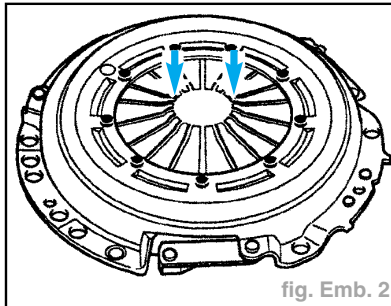

fig. Emb. 2
- Une usure au point de contact avec la butée de la moitié de l'épaisseur du ressort à diaphragme est tolérée (fig. Emb. 2).